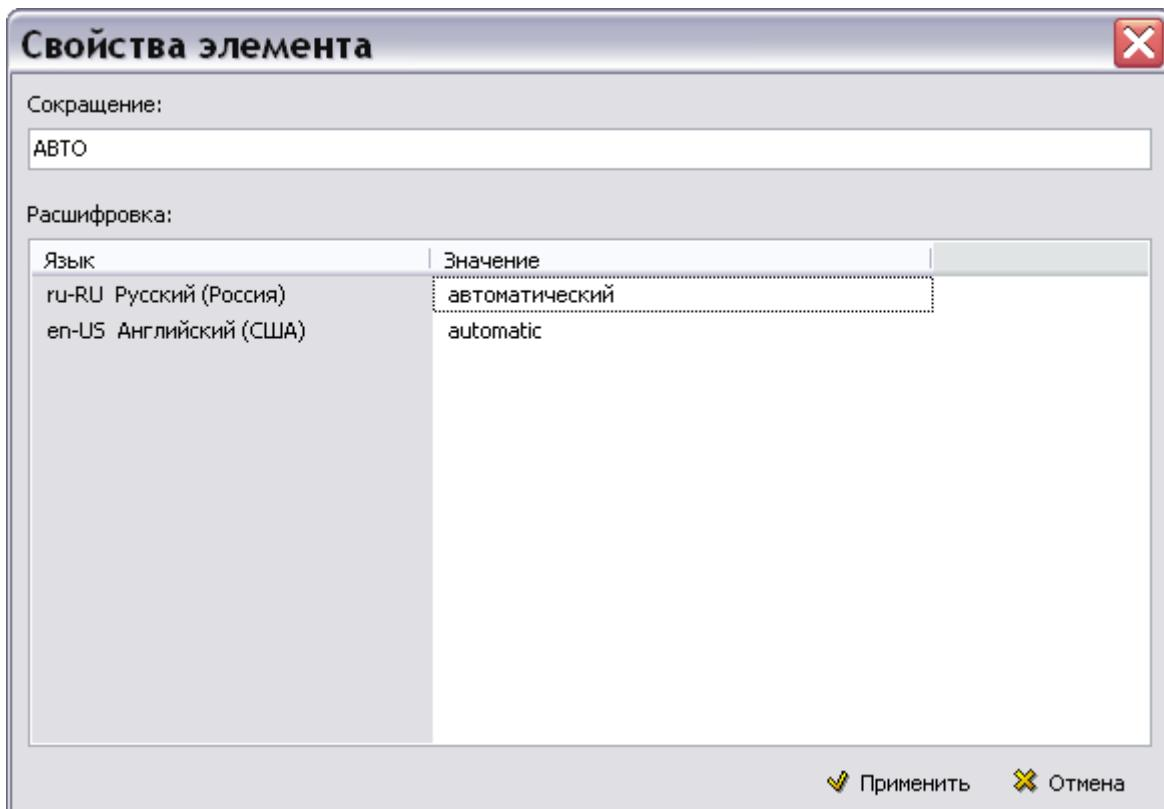

Рис. 7.5
2. На панели инструментов правого окна нажмите на кнопку **Добавить сокращение**  . Для ввода (редактирования) значения быстро щелкните левой кнопкой мыши по строке в столбце **Значение**. В окно **Свойства элемента** введите сокращение «АВТО» и его расшифровку на языках шаблона проекта (Рис. 7.5).